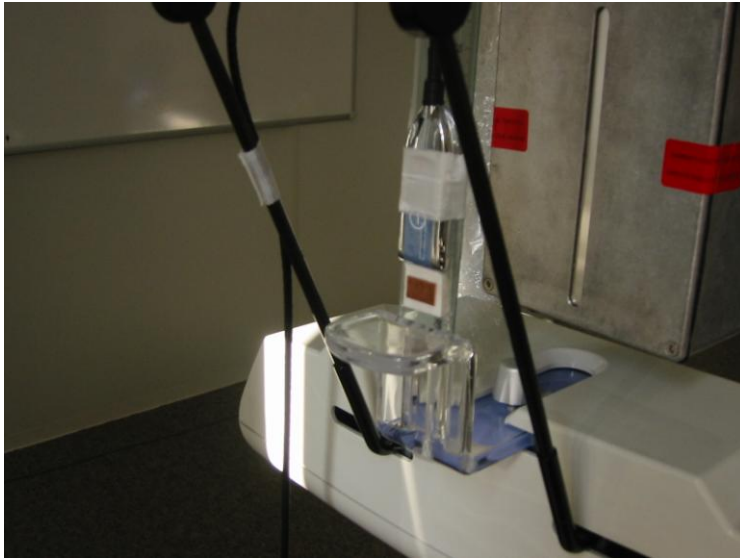

Bild 1: Dosisdetektor und Objekt bildempfängernah fixieren
3. Röntgendichtes Objekt mit bekannter Breite b_D in die gleiche Ebene wie Dosisdetektor bringen (Cu-oder Pb- Blättchen) Bild 1.